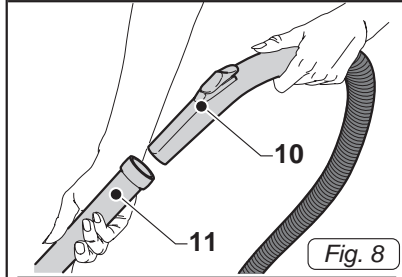

Fig. 8
- Sæt stive udvidelser (11 Fig.8) om ergonomisk slange enhed (10 Fig.8).